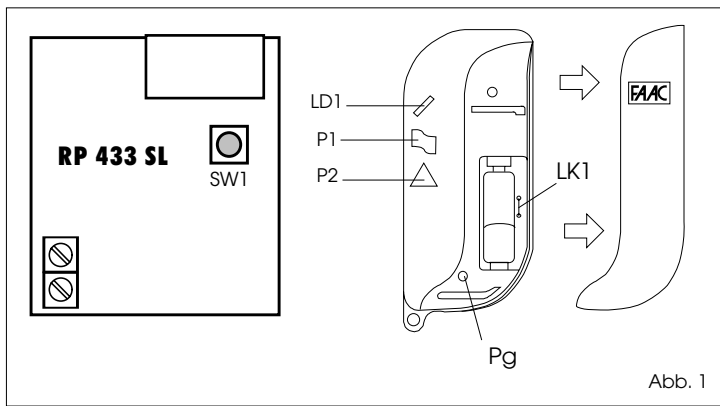

Abb. 1
- 1) Durch Abschieben des Deckels gem. Abb.1 das Sendergehäuse öffnen, wodurch die Taste zur Codeerzeugung (Abb.1-Pos.Pg) zugänglich wird.
- 2) Die dem jeweils zu kodierenden Kanal zugeordnete Aktiviertaste P (Abb.1) drücken und gedrückt halten. Hierbei sicherstellen, daß die Anzeige-Led (Abb.1-Pos.LD1) aufleuchtet.
- 3) Die Taste Pg zur Codeerzeugung (Abb.1) ca.1 Sekunde drücken.